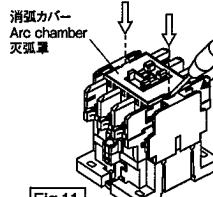
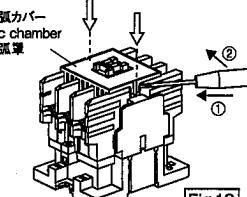

Fig.11
Fig.12
- SC-N1, N2型 (Fig.11)
- 上部フレームの穴にマイナスドライバを差込み (①), 消弧カバーの爪の先端を内側に押して (②) 一方の爪を外し、指で消弧カバーを挟み持ち上げながら他の爪も同様に外します。
- SC-N2S, N3型 (Fig.12)
- 消弧カバーの側面の爪と上部フレームの間にマイナスドライバを差込み (①), 消弧カバーの爪の先端を外側に開いて (②) 引っ掛かりを外します。
- 取付け (Fig.11, 12)
- Types SC-N1, N2 (Fig.11)
- Types SC-N2S, N3 (Fig.12)
● Installation of arc chamber (Fig.11, 12)